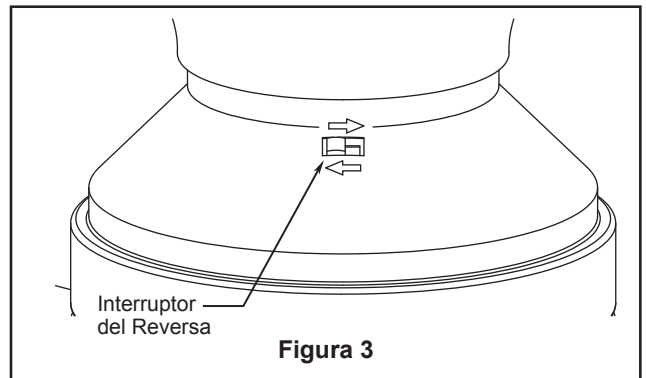

Figura 3
3. Si desea que el flujo de aire se desplace en la dirección opuesta, apague el ventilador y espere a que. Extraiga el vidrio o tapón de plástico desde el ensamble de la placa de iluminación. Luego deslice el conmutador inversor dentro de la placa de iluminación a la posición contraria y vuelva a encender el ventilador. (Figura 3)